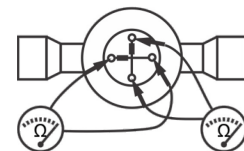

Fig. 5
- Vérification du moteur: Retirer la prise du câble de la vanne. Utiliser un ohmmètre avec une plage de mesure appropriée. Mesurer les résistances par phase sur les connexions opposées selon la Fig. 5 et vérifier les valeurs indiquées dans le tableau ci-dessous.